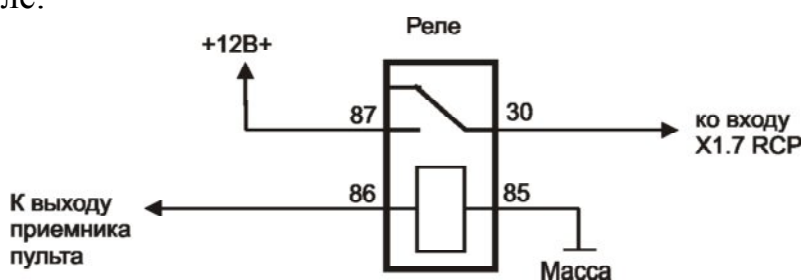

Рисунок 8
- Вход предназначен для подключения специализированных пультов Smart Start, Easy Start, Telearstart. Если возникают проблемы с непосредственным подключением выхода пульта ко входу X1.7 модуля, возможно подключение по схеме на рис.8 с применением реле.